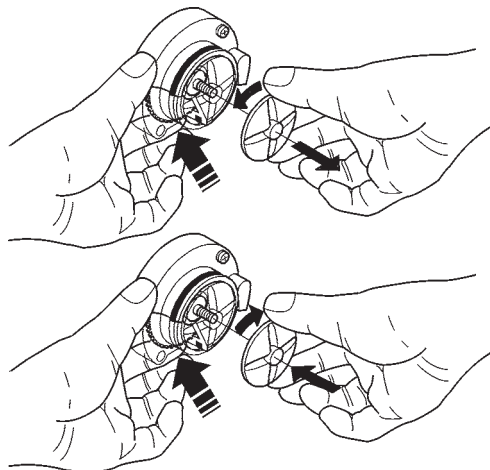

Fig. 25
- para desmontar as ventoinhas basta bloquear com um dedo o disco montado no eixo do motomisturador (ver a fig. 25).